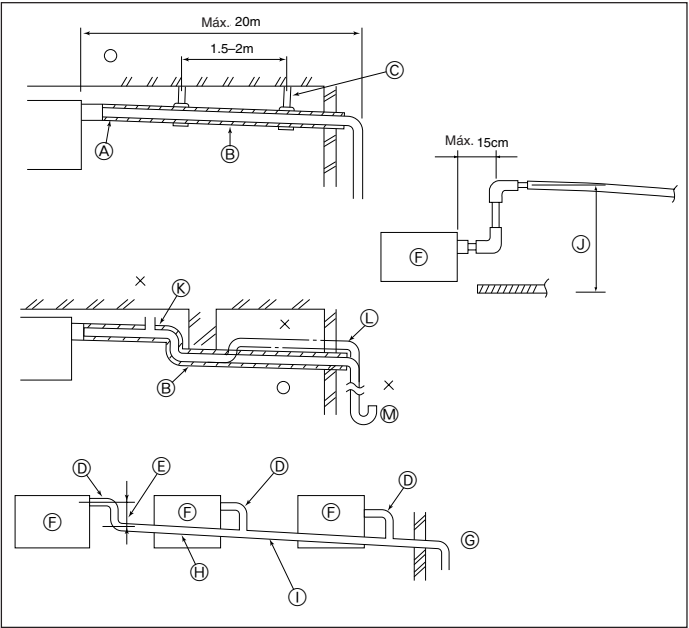

Fig. 3-4
3.4. Trabalho de tubagem de drenagem (Fig. 3-4)